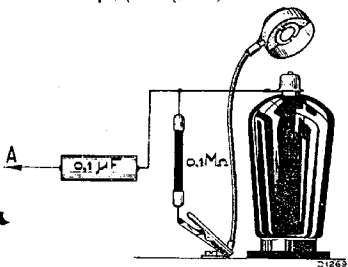

Fig. 3
1. A travers un condensateur de $0,1 \mu\text{F}$, appliquer un signal modulé de 115 Kc., à la quatrième grille (sommets) de L1. Mettre à la terre la grille au moyen d'une résistance de $0,1 \text{ M.}\Omega$ et supprimer la connexion de grille, chapeau de la lampe; (voir figure 3).